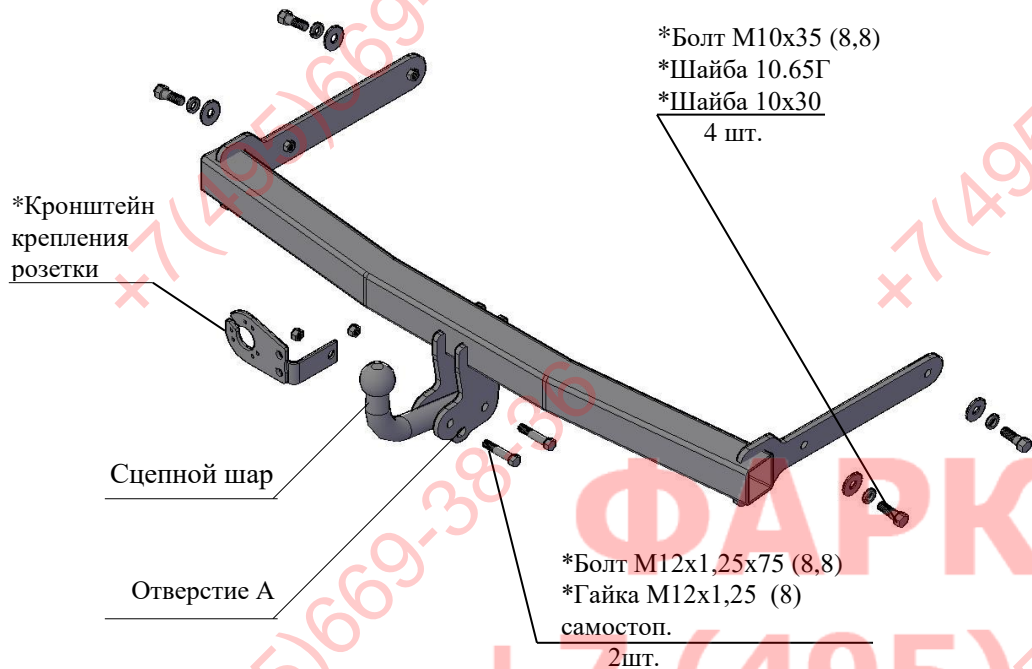

Рис.1 Тягово-сцепное устройство ТСУ 9151.
2.1 ТСУ 9151 в сборе (рис.1)	1 шт.
2.2 Пакет с комплектующими (см. рис.1)	1 шт.